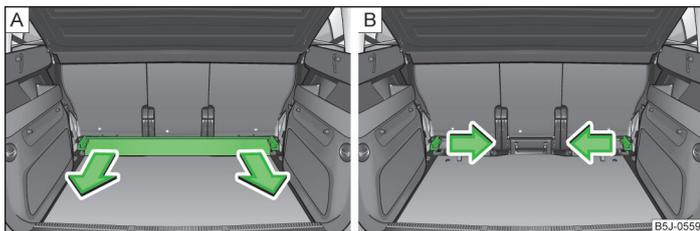

Fig. 52 Maletero: retirar la guía portante transversal / las cuñas de retención
- Agarrar la guía portante transversal » fig. 52 - **A** y sacarla tirando de ella en el sentido de la flecha.
- Agarrar la cuña de retención » fig. 52 - **B** y sacarla tirando de ella en el sentido de la flecha. Para desmontar la cuña de retención del otro lado del maletero, proceder del mismo modo.